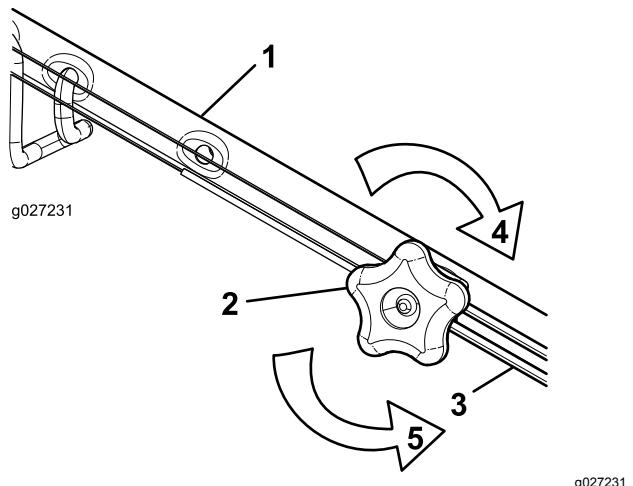

Figura 37
1. Girate la manopola di regolazione in senso antiorario per allentare la regolazione del cavo (Figura 37).
2. Regolate la tensione del cavo (Figura 37) tirandolo indietro o spingendolo in avanti e mantenendo quella posizione.